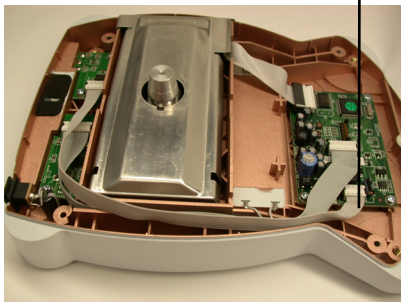

Figura 2D.
8. Conecte el cable de la PCB en, a) la segunda PCB RS232, y, b) en el conector CN6 en la tarjeta para PC principal en la parte anterior de la balanza (vea la Figura 2D). Corra el cable PCB hacia el lado izquierdo del gabinete inferior.